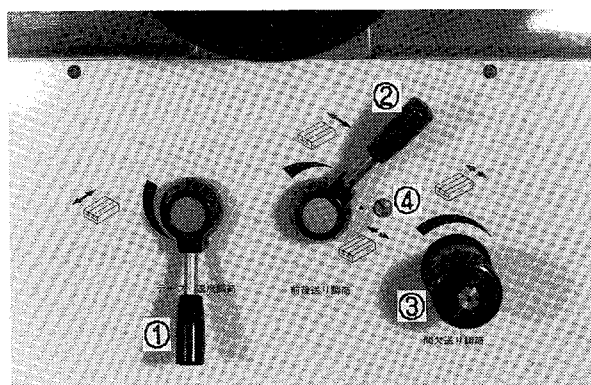

図1-2
### (2) 油圧操作パネル (図1-2)
- ① テーブル速度調節レバー
- ② サドル前後送り切換レバー
- ③ ステップ送り量調節ノブ
- ④ ターリーバルブ